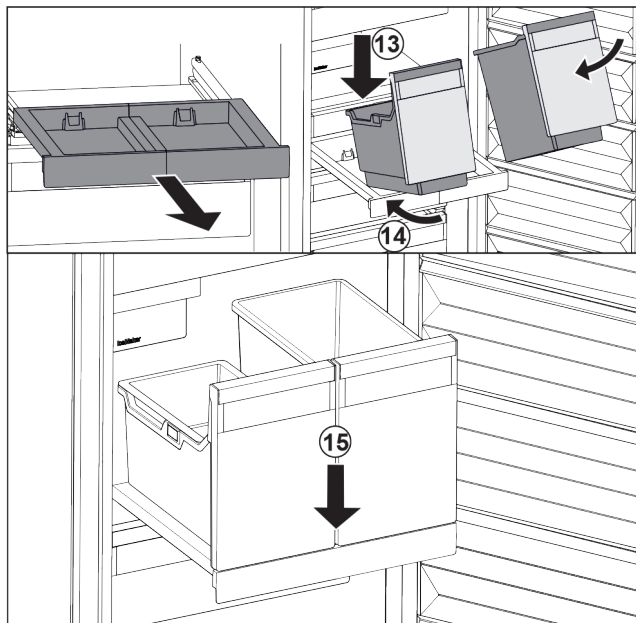

Fig. 95
- ▶ Applicare i contenitori in modo inclinato sul ripiano estraibile. Fig. 95 (13)
- ▶ Inserire il contenitore in modo inclinato verso la parte posteriore. Fig. 95 (14)
- ▶ Abbassare il contenitore nella parte anteriore. Fig. 95 (15)